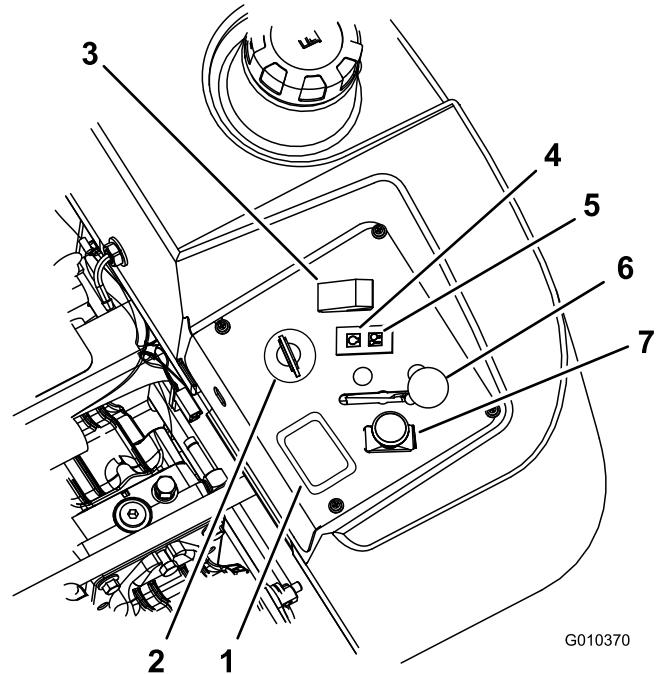

Bild 12
4. Stellen Sie den Zapfwellen-Schalter in die Aus-Stellung (Bild 12).